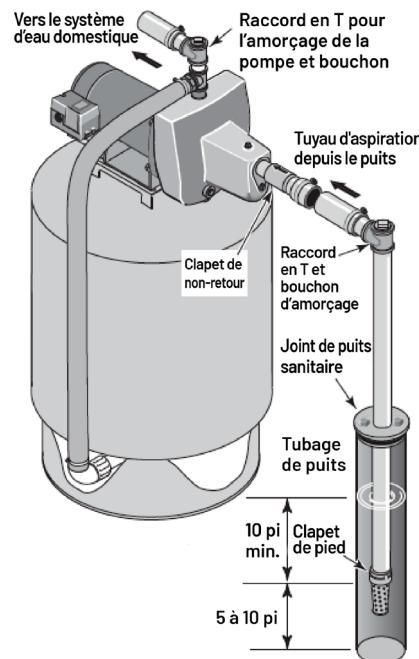

Figure 2 : Installation d'un puits tubé
2. Assemblez le clapet de pied, la crêpine et le tuyau du puits (figure 2). Assurez-vous que le clapet de pied fonctionne librement.
4. Installez un raccord en T, un bouchon d'amorçage et un tuyau d'aspiration sur la pompe (figure 2). Utilisez le moins de raccords possible (en particulier les raccords coudés) pour raccorder le tuyau de la pompe à l'orifice d'aspiration de la pompe, car les raccords augmentent la friction dans le tuyau. Ajoutez un clapet de pied (figure 2). Le diamètre du tuyau d'aspiration doit être au moins égal à celui de l'orifice d'aspiration de la pompe. Utilisez un ruban d'étanchéité pour filetage de tuyaux en PTFE sur les joints de tuyaux filetés.